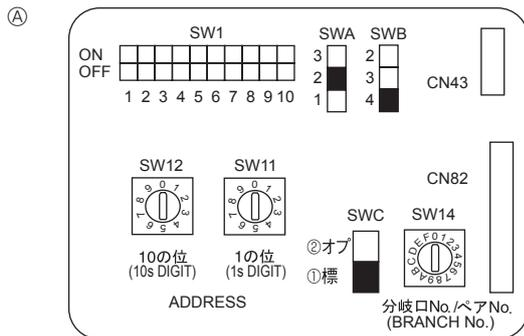

Fig. 5-4
5.6. Schaltereinstellung für hohe Decken oder zum Zeitpunkt der Änderung der Anzahl der Luftauslaßöffnungen (Fig. 5-4)
①	Standard	Hohe Decke
④	4 Richtungen	2,5 m	2,7 m	3,5 m
③	3 Richtungen	2,7 m	3,0 m	3,5 m
②	2 Richtungen	3,0 m	3,3 m	3,5 m
5.7. Messen der Raumtemperatur mit dem in eine Fernbedienung eingebauten Temperaturfühler (Fig. 5-4)
5.5. Adressen einsetzen (Fig. 5-4)